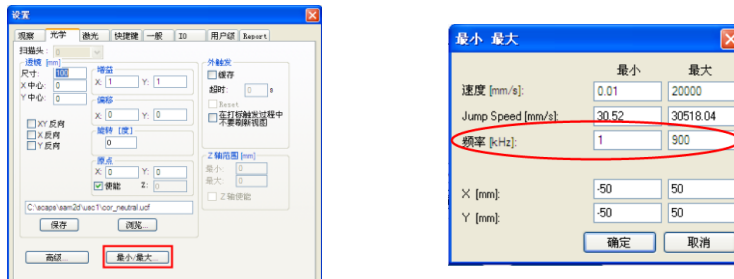

图 21
3) 点击 “最小/最大”，设置频率：最小值为 1KHz，最大值为 900KHz(如图 21)，设置完毕，点击确定。（注：SAMlight 控制板卡对于 900KHz 以上的频率信号控制的并不准确，导致激光器在 900KHz 频率以上可能无法正常工作）